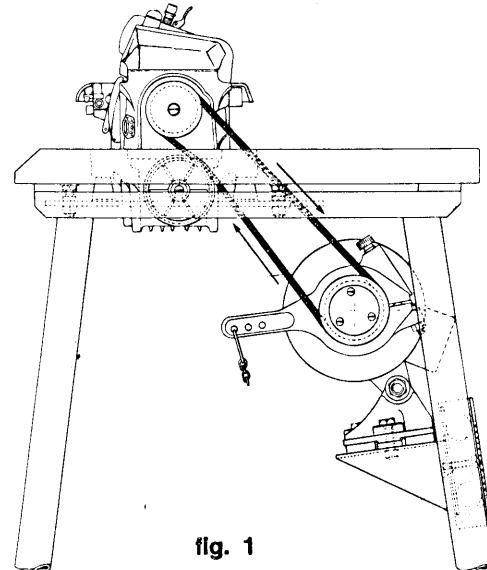

fig. 1
1. Montare la cinghia di trasmissione secondo lo schema fig. 1